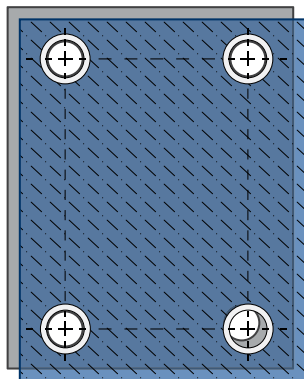
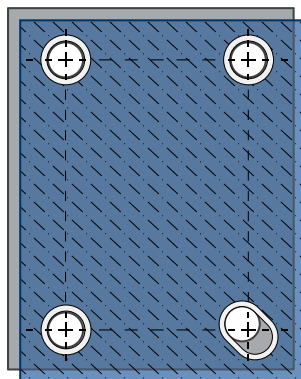

Figura 3
Figura 4
Hay (4) puntos de fijación en una secuencia rectangular. Esto da lugar a la posibilidad de desalineación a lo largo de los ejes x e y (*Figura 3*). El diseñador del producto ha optado por colocar un Limitador de Compresión Ovalado en diagonal en una de las esquinas (parte inferior derecha) para compensar la posible desalineación (*Figura 4*). Durante el montaje, primero se pueden fijar los puntos de fijación con (3) Limitadores de Compresión Redondos y, a continuación, cualquier desalineación entre el componente de plástico y el componente de acoplamiento se compensará con el Limitador de Compresión Ovalado en el punto de fijación final.